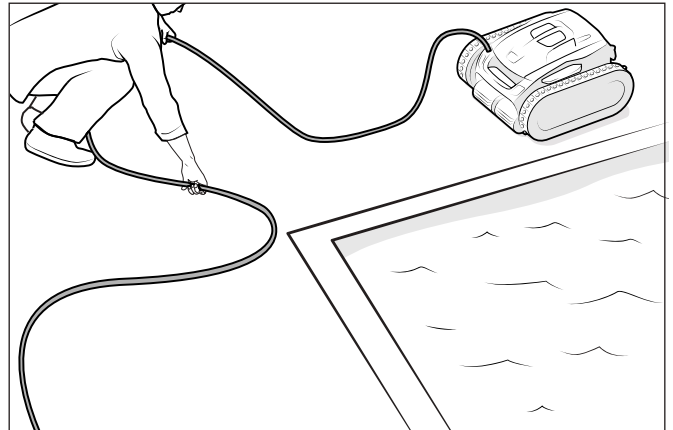

Figure 12. Démêler
4. Retirer le robot de la piscine et démêler tous les plis du câble d'alimentation (Figure 12). Commencer par la tête du nettoyeur. Poser le câble au soleil pour libérer toute mémoire enchevêtrée.